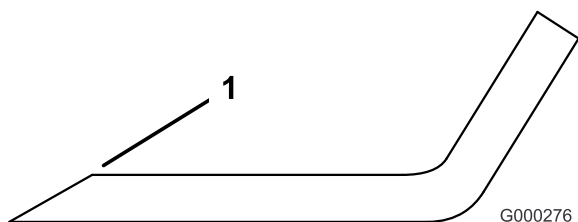

Figura 85
3. Inspeccione los filos de todas las cuchillas. Afilelos si están romos o tienen mellas. Afile únicamente la parte superior del filo y mantenga el ángulo de corte original para asegurar un filo correcto (Figura 85). La